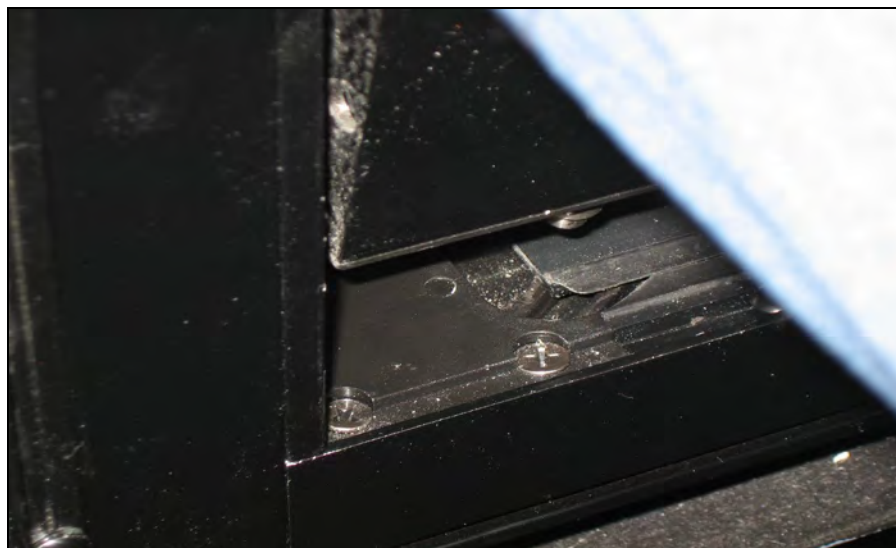

FIGURE 106: POSITIONNEMENT DE L'ANGLE INFÉRIEUR GAUCHE DU CHÂSSIS
2. Placer l'angle inférieur gauche du châssis sur le bloc du galet suiveur avant (Figure 106).